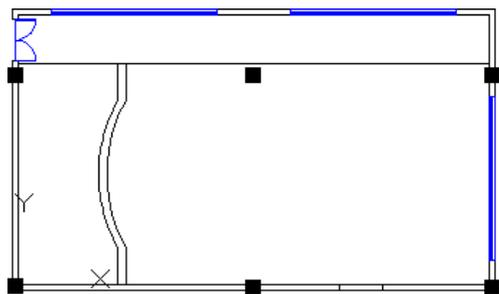

图 17.12.35 复制曲线
Step5. 选择下拉菜单 **修改(M)** → **复制(C)** 命令，选取 Step2~ Step4 中绘制的两条直线与一段圆弧为复制的对象，在绘图区域中选取任意一点作为基点，在系统指定第二个点或 **阵列(A)** 的提示下输入 (@300<180) 后按两次 Enter 键，完成后如图 17.12.35 所示。